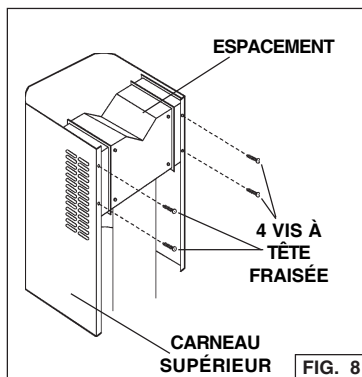

FIG. 8
- Fixez l'espacement de recirculation au carneau supérieur au moyen de quatre (4) vis à tête fraisée. (fig. 8).